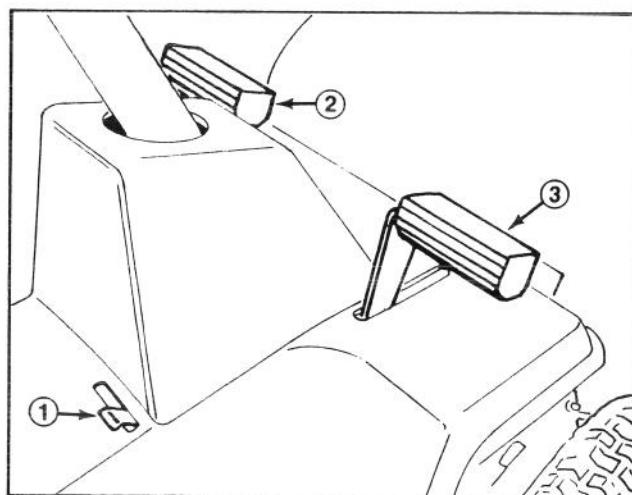

Abbildung 6
Kupplungspedal (Abb. 6)
Bremspedal (Abb. 6)
Feststellbremse (Abb. 6)
1. Die Feststellbremse setzen (Abb. 6): siehe *Benutzung Der Feststellbremse*.
2. Den Feststellbremshobel nach links stellen und das Fußpedal wieder lösen, bis es mit dem Ende des Feststellhebels Kontakt nimmt (Abb. 6).
3. Zum Lösen der Feststellbremse, das Bremspedal nach unten drücken (Abb. 6), wodurch der Feststellbremshobel in seine ursprüngliche Position zurückkehren kann. Dann das Bremspedal lösen.